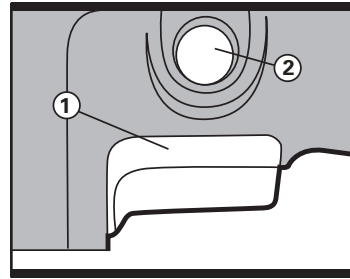

Fig 1
Appuyez sur l'interrupteur de marche/arrêt (1) et bloquez le bouton (2) (se référer à la figure 1) et puis relâchez l'interrupteur de départ/arrêt en premier et ensuite le bouton de blocage. Votre outil est maintenant verrouillé en marche pour travail continu. Pour arrêter l'outil, ne faites qu'appuyer sur la détente de l'interrupteur de marche/arrêt.